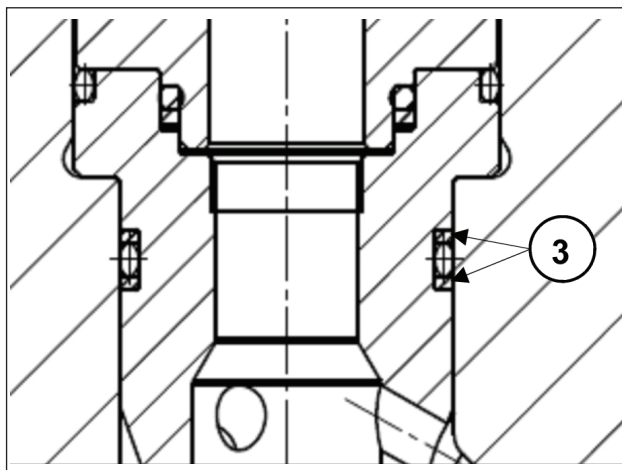

Abb. 28
- 2 **Setzen Sie die Saug- und Druckventilgruppen samt Hülsen bis auf Anschlag in ihren Sitz am Kopf ein. Achten Sie insbesondere darauf, nicht die Stützringe der Hülsen (Abb. 28, Pos. ③) zu beschädigen. Gehen Sie zum vorschriftsmäßigen Einsetzen und Ausrichten der Ringe in den entsprechenden Sitzen folgendermaßen vor:**